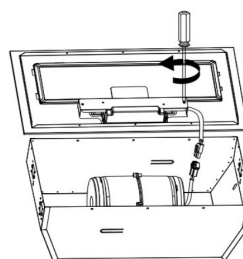

Рис. 3
- За допомогою викрутки відкрутіть гвинт, який використовується для кріплення кронштейна світлодіодного світильника, а потім зніміть світлодіодний світильник. Див. рис. 3 і 4.